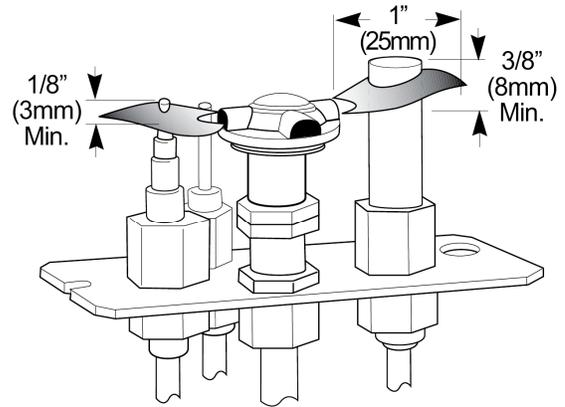

Figure 37. Apparence correcte des flammes de la veilleuse.
2. **FLAMME DE LA VEILLEUSE :** On peut surveiller la flamme de la veilleuse à travers la fenêtre d'inspection située derrière la bûche droite. Voir fig. 37. La flamme de la veilleuse doit être stable – sans vaciller, diminuer ni augmenter. La flamme doit être de couleur bleue autour du capuchon de veilleuse, avec des traces de jaune près des bords externes.
3. La veilleuse brûlera continuellement pendant sept (7) jours avant de s'éteindre automatiquement s'il n'y a pas eu d'appel de chaleur pendant cette période. Le pilote se rallumera au prochain appel de chaleur.
4. La flamme de la veilleuse doit envelopper 3/8 po du haut de la thermopile (pour générer le courant millivolt) et 1/8 po du haut du thermocouple. La flamme de veilleuse doit sortir des trois orifices du capuchon de veilleuse, et se projeter d'au moins 1 po vers les trous perforés du plateau de brûleur. Voir les fig. 37 et 37a.